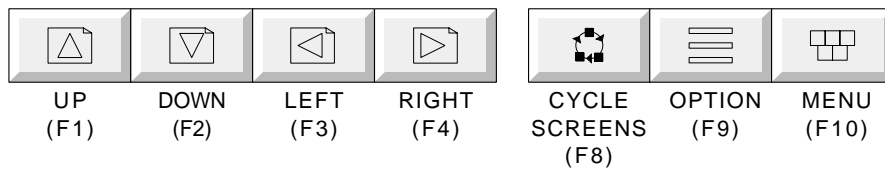

Figure 2.1.3.3 Utilisation des touches de fonctions
- 3 Touches de fonction, (plus celles-ci-dessus). Ceci permet au touches de fonction du clavier de simuler les touches de navigation de l'appareil, comme le montre la figure 2.1.3.3. Les touches sont décrites à la section 2.1.3.2 ci-dessus.